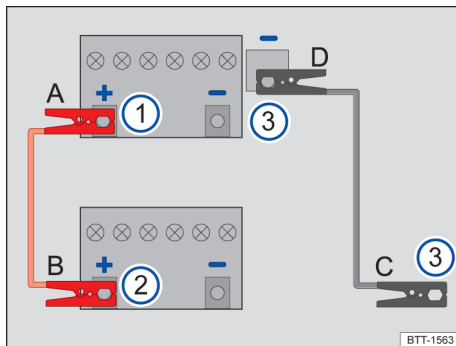

图 145 应急启动 - 电缆连接示意图
→ 图 145 的图例：
→ 图 145。
- 将红色应急启动电缆的一端连接到 12V 汽车蓄电池 → 图 145 ① 电量耗尽的车辆的正极（+）上 → ▲。
- 将红色应急启动电缆的另一端连接到供电车辆 → 图 145 ② 的正极（+）上。
- 将黑色应急启动电缆的一端连接到应急启动接点（接地端）→ 图 145 ③上。
- 将黑色应急启动电缆的另一端连接到 12V 蓄电池电量耗尽的车辆→ 图 145 ③上。→ ▲
- 仅按照顺序 D - C - B - A 断开启动辅助电缆 → 图 145。